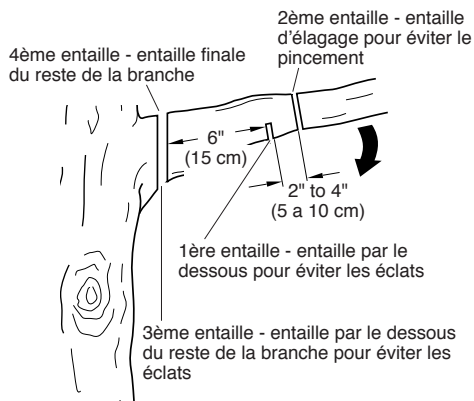

Figure 13 - Coupe d'une branche
1. Faire la première entaille à 15 cm (6 po) du tronc, sur le dessous de la branche. Utiliser le haut de la guide-chaîne pour faire cette entaille. Couper sur 1/3 du diamètre de la branche. (Voir la Figure 13.)